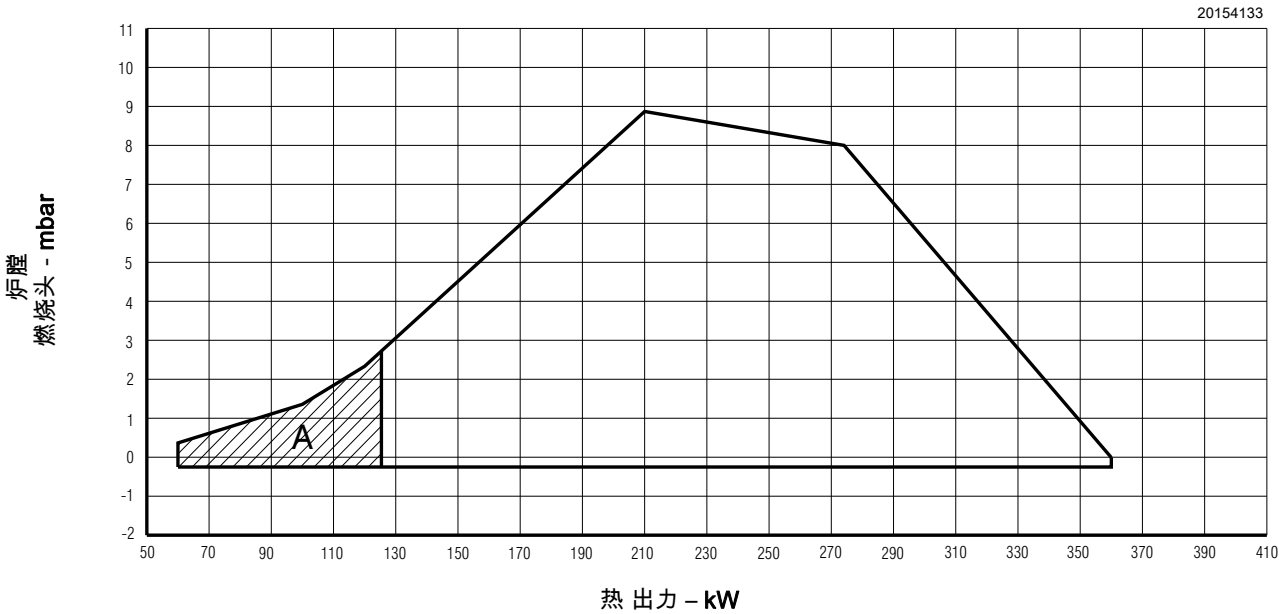

图 3
- 最大出力不得高于图 3) 中所示的最大值。
- 最小出力不得低于图 3 中所示的最小值。
出力范围曲线 (图 3) 在如下条件下获得：环境温度 20 °C，大气压力 1013 mbar (海拔高度 0 m a.s.l.)。